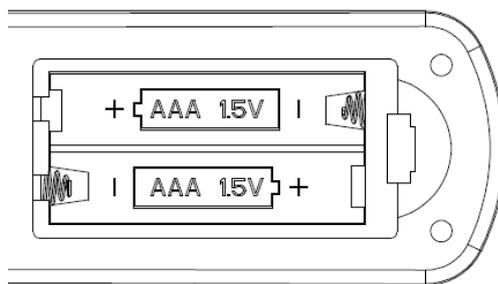

Fig. 10
- Τοποθετήστε ορθά τις μπαταρίες 2 x 1.5VDC στο ασύρματο χειριστήριο No1 (Fig.10)